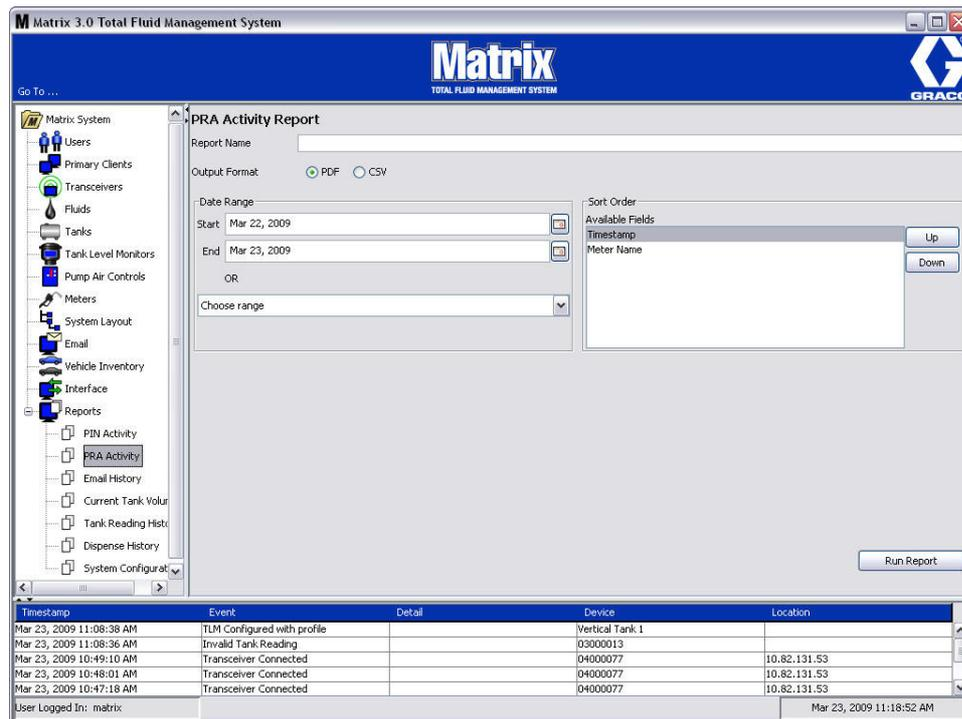

FIG. 169
- Schermata attività PRA (Fig. 169)